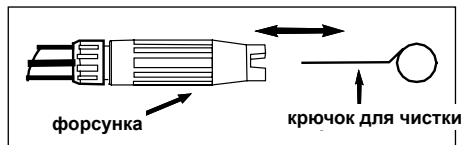

Рис. 5 - Чистка форсунки специальным крючком
- Для предотвращения случайного включения по окончании работы с мойкой убедитесь, что курок пистолета заблокирован (рис. 5).
- С помощью специального крючка из комплекта поставки произведите чистку (рисунок 5)